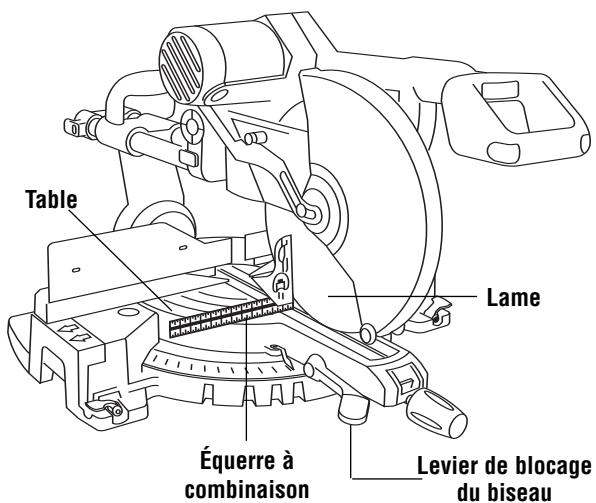

Figure 1. Lame d'équerre par rapport à la table
- À l'aide d'une équerre combinée, vérifiez que la lame est d'équerre par rapport à la table. Mettez l'équerre sur la table et appuyez-la contre la lame. Si la lame ne touche pas l'équerre sur toute sa longueur, (Figure 1), suivez la méthode d'alignement.